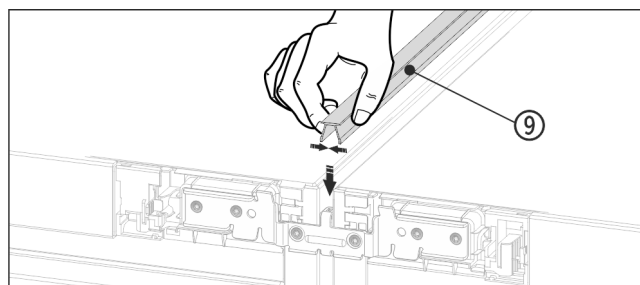

Fig. 19
- ▶ Tryck in den korta täcklisten Fig. 19 (9) i den horisontella spalten på ovsidan.